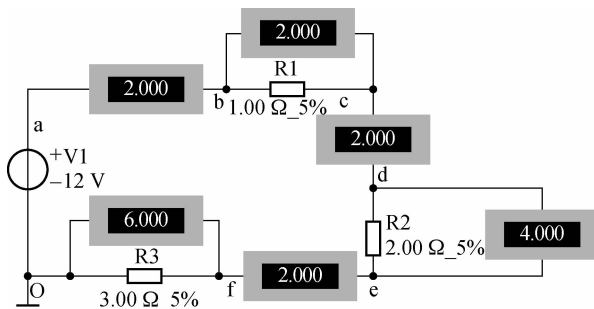

图 2-40 验证基尔霍夫电压定律仿真电路
- (1) 打开 Multisim 10 仿真软件,建立如图 2-40 所示的实验电路。